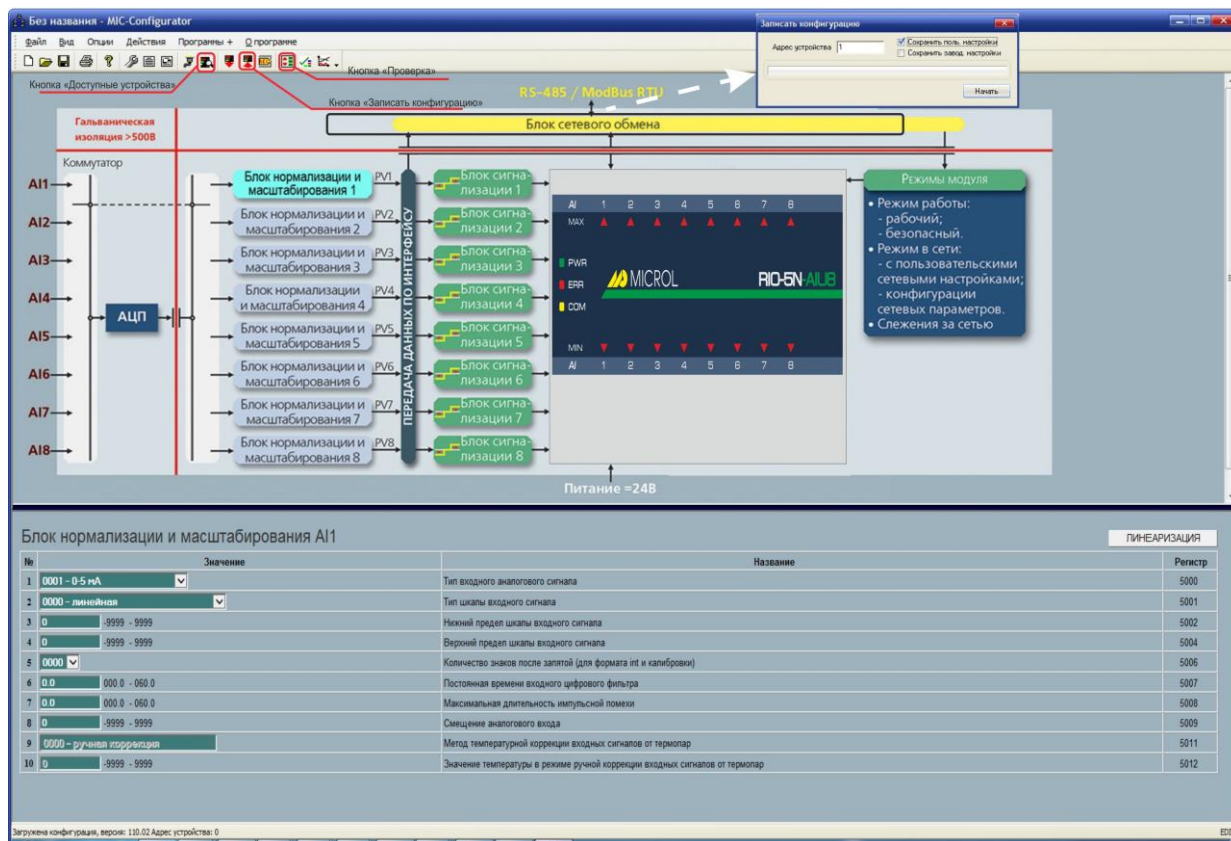

Рисунок 4.7 - Редагування конфігурації
4.3.6.2 У вікні редагування параметрів натиснути клавішу "Блок мережевого обміну" (див. рис. 4.7).
Для перевірки модуля на панелі інструментів натисніть клавішу виклику вікна перевірки (див. рис. 4.7).